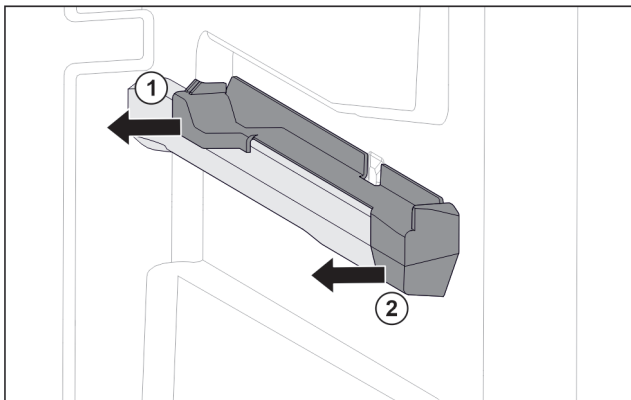

Fig. 61 Elemento inseribile sulla nervatura destra del contenitore
- Estrarre l'elemento inseribile dal lato posteriore di lato. Fig. 61 (1)
- Estrarre l'elemento inseribile dal lato anteriore di lato. Fig. 61 (2)